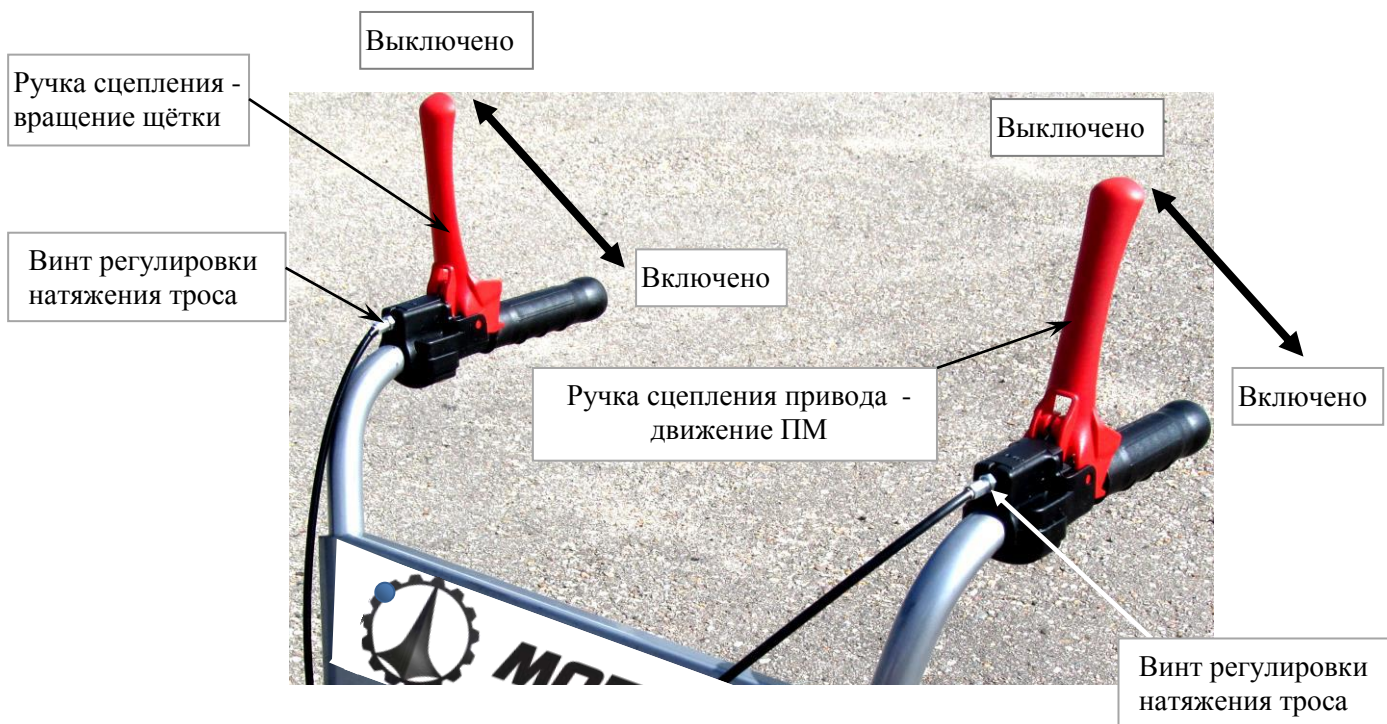

РИС. 4 СХЕМА ВКЛЮЧЕНИЯ РУЧЕК СЦЕПЛЕНИЯ
9.4 Плавно переведите ручку сцепления вращения щётки в положение «включено». Щётка начнет вращение. (Рис.4).
9.5 Плавно переведите ручку сцепления привода в положение «включено» и ПМ начнет движение. (Рис.4).